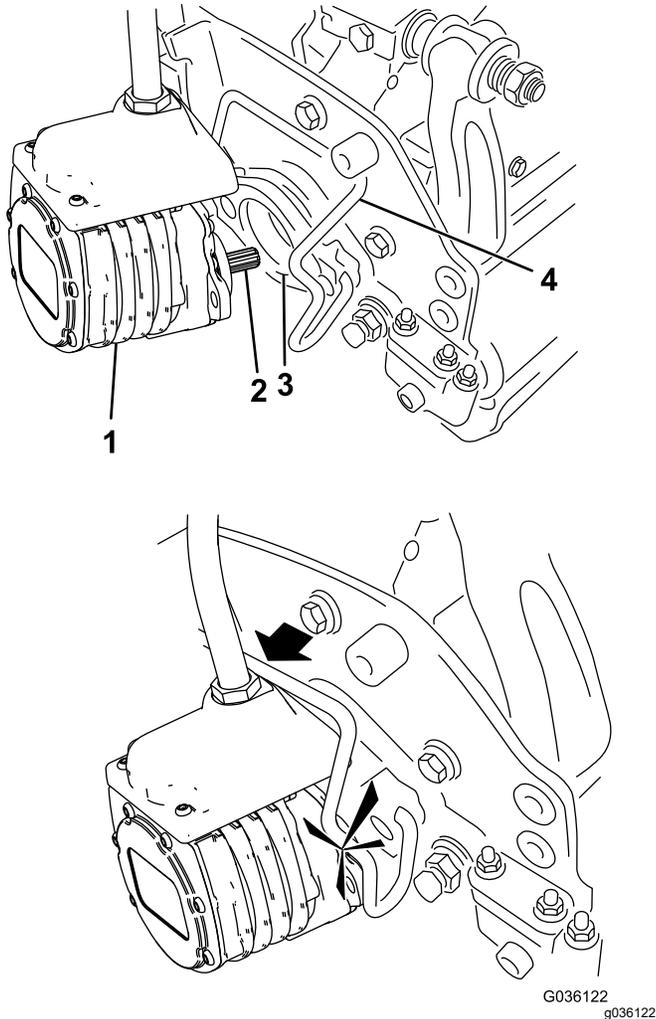

図 53
- カuttingユニット用モータのスプラインシャフトにきれいなグリスを塗りつける 図 53。
- モータを、カuttingユニットの左側運転席から見てに取り付け、カuttingユニットについているモータ固定バーを、モータの上から被せるようにセットし、モータの左右から「カチッ」というロック音が聞こえるまで押し下げる 図 53。